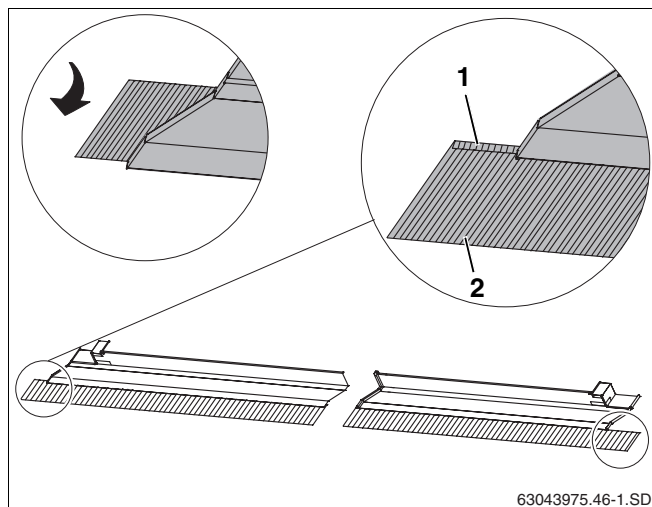

Fig. 43 Doblar las láminas de plomo
- ▶ Doble las láminas de plomo de todas las chapas protectoras hacia delante (fig. 43, **pos. 2**).
- ▶ Doble también hacia delante los extremos de las chapas protectoras exteriores situadas arriba (fig. 43, **pos. 1**).